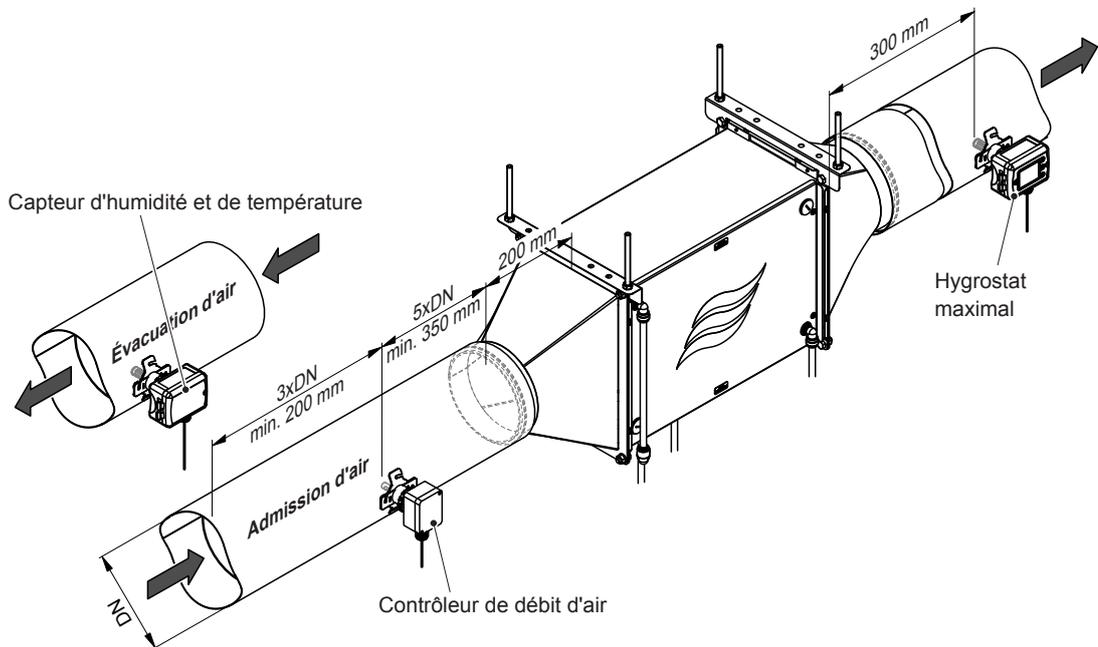

Fig. 29: Positionnement du capteur d'humidité et de température et des dispositifs de surveillance avec régulation de l'humidité de l'air extrait
1. Percer l'orifice d'introduction pour le capteur ($\varnothing 16$ mm) dans la gaine d'aération (positionnement voir Fig. 29).